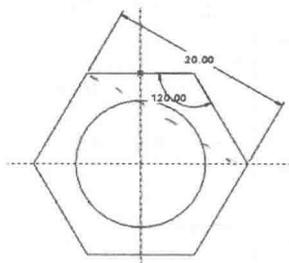

图 1-21
- (1) 单击工作区右侧工具栏中的  按钮，打开拉伸特征面板。
- (2) 单击  按钮，绘制拉伸截面，弹出 Section 对话框。
- (3) 选择螺柱毛坯的一个端面为草绘平面，选择 RIGHT 基准面为参考面。
- (4) 单击 Section 对话框中的 Sketch 按钮，系统进入草绘工作环境。
- (5) 绘制如图 1-21 所示的正六边形作为拉伸截面。